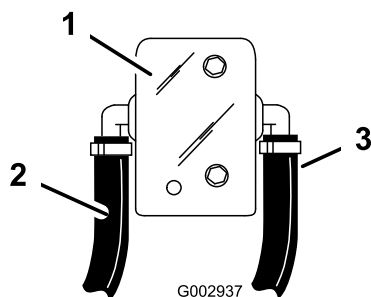

Figura 31
dentellatura posteriore da 1/2 poll. sul gruppo valvola a sfera piccola (Figura 31).
17. Collegare l'estremità di un flessibile corto da 1/2 poll. nel gruppo di tenuta aperto sul raccordo a T S53 montato nel flessibile di bypass, e infilatelo nella dentellatura anteriore da 1/2 poll. sul gruppo valvola a sfera piccola (Figura 31).